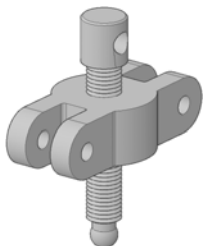

图 19-17 将螺杆移动到横梁的中心
6) 复制压紧螺杆, 将其移动到没有螺孔的横梁的中心, 如图 19-17 所示。为保证这个过程的准确, 可做辅助线、利用对象捕捉、改变视图方向等, 这里不再详细叙述。